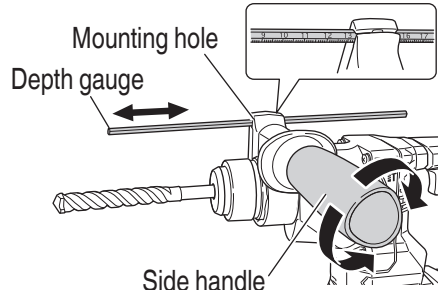

Fig. 24
6. Using depth gauge (**Fig. 24**)